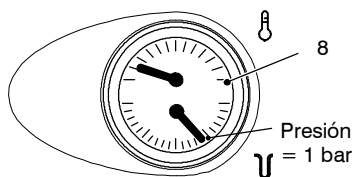

fig. 3.2
Desatornillar el grifo de llenado 15 en la fig. 3.1 que se encuentra bajo la caldera y al mismo tiempo comprobar la presión del circuito de calefacción con el termomanómetro 8 en la fig. 3.2
Verificar la presión con el termomanómetro 8 en la fig. 3.2, y rellenar si necesario consúltese el párrafo 3.1
**Presión baja del termomanómetro 8 de la fig. 3.2**
Controlar en el termomanómetro 8 en la fig. 3.2 que la presión del circuito de calefacción no esté próxima a 3 bar; en este caso se aconseja descargar parcialmente el agua de la instalación a través de las pequeñas válvulas de purga de los radiadores a fin de llevar la presión a un valor regular.